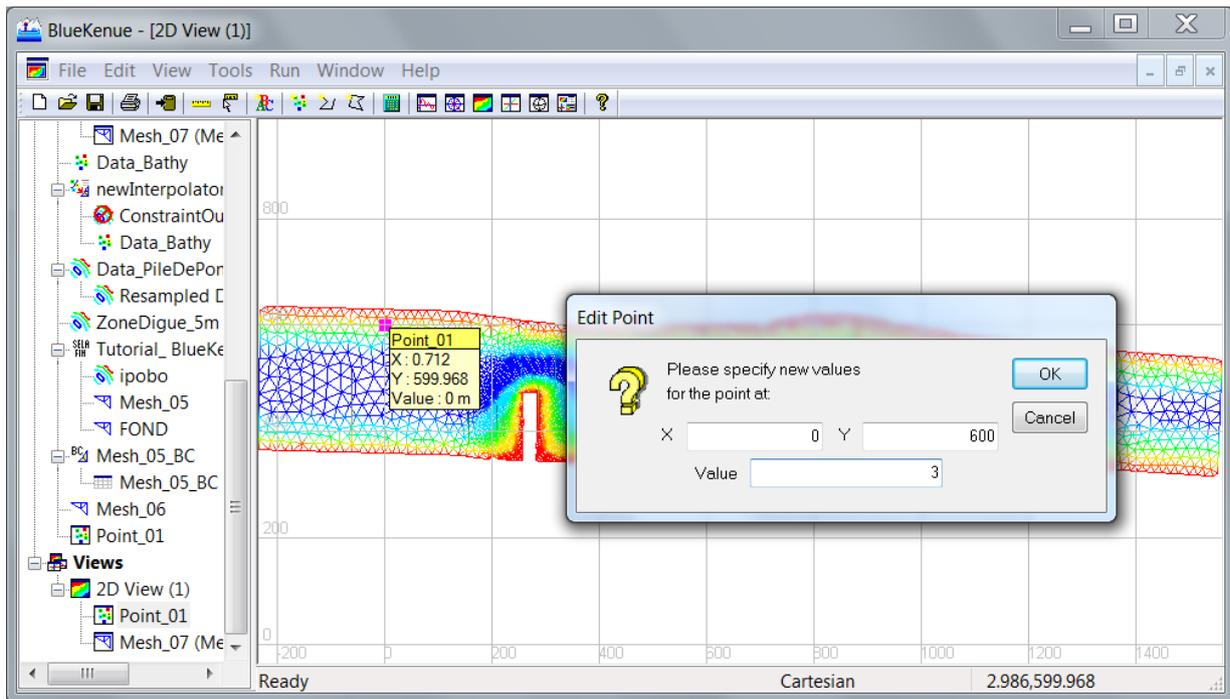

FIGURE 2.4 – Correction des coordonnées du point et attribution de sa valeur
- Corrigez les coordonnées avec **X 0**, et **Y 600** et ajustez la valeur du point à **3** (Fig. 2.4), validez sur **OK**